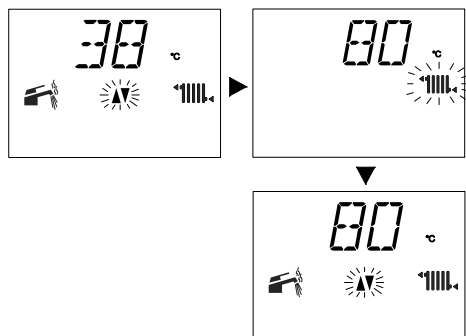

Figura 2.9
- con regolazione temperatura mandata riscaldamento massima Figura 2.9.